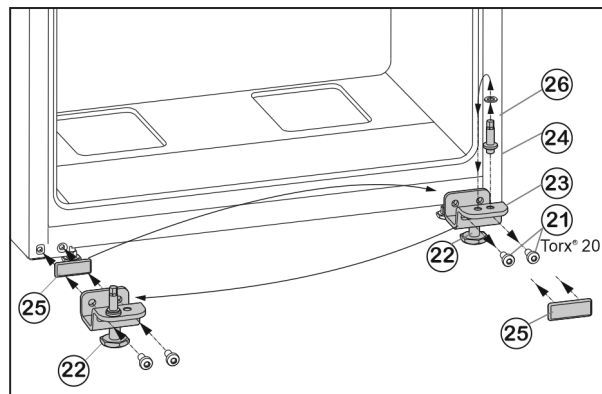

Fig. 7
- ▶ Vyskrutkujte upevňovacie skrutky Fig. 7 (21).
- ▶ Kompletnú ložiskovú konzolu dole Fig. 7 (23) odoberte spolu s ložiskovým čapom Fig. 7 (24), podložkou Fig. 7 (26) a nastaviteľnou nohou Fig. 7 (22).
- ▶ Ložiskový čap Fig. 7 (24) kompletne spolu s podložkou Fig. 7 (26) vyskrutkujte, premiestnite ho do protiláhleho otvoru uloženia ložiskovej konzoly a znovu ho pevne priskrutkujte.
- ▶ Opatrne odnímate kryt Fig. 7 (25) a premiestnite ho na opačnú stranu.
- ▶ Ložiskovú konzolu dole Fig. 7 (23) kompletne spolu s ložiskovým čapom Fig. 7 (24), podložkou Fig. 7 (26) a nastaviteľnou nohou Fig. 7 (22) znovu naskrutkujte na novú stranu závesu, príp. ju znovu pomocou akumulátorového skrutkovača **pevne utiahnite (4 Nm)**.
- ▶ Spodné dvere nasadíte zhora na ložiskový čap Fig. 7 (24).
- ▶ Vyrojte nastaviteľnú nohu Fig. 7 (22) na ložiskovej konzole dole Fig. 7 (23), pokiaľ nedosadá na podlahu.